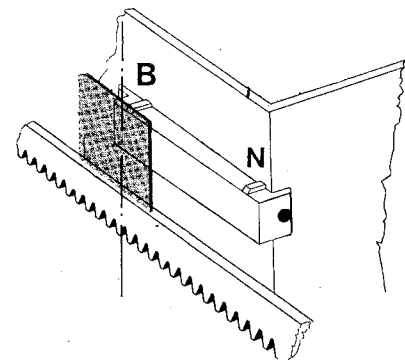

Fig. 33
- Portare manualmente il cancello nel punto di arresto in apertura della normale corsa di funzionamento e fissare il lamierino di fronte e centrato rispetto alla tacca del fine corsa di apertura (fig. 33).